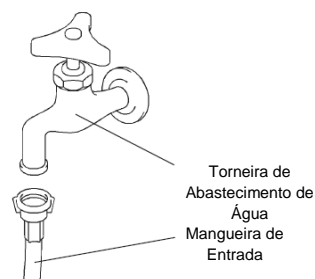

Fig. 4
1) Conecte a extremidade livre da mangueira de entrada à válvula de parada (Fig. 4), observando que a máquina esteja corretamente posicionada. Aperte manualmente o suficiente para apresentar juntas sem vazamento. É uma precaução sábia ter a válvula de parada com acesso fácil.